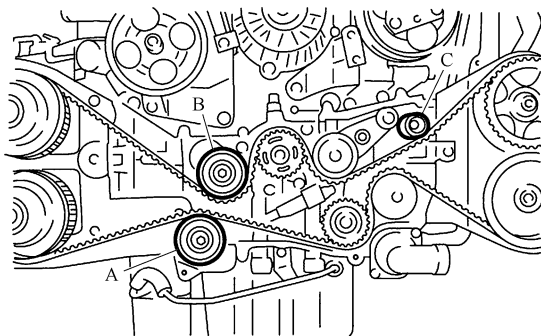

图 27-56 正时带惰轮 A、惰轮 B、惰轮 C 识别
6) 拆卸正时带惰轮 A (图 27-56)。
① 拆卸正时带惰轮 B 和惰轮 C, 见图 27-56。